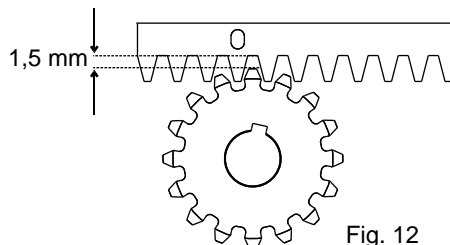

Fig. 12
6.6. Toute la crémaillère doit être élevée de 1,5 mm pour éviter que le poids du portail repose sur le pignon (Fig. 12);